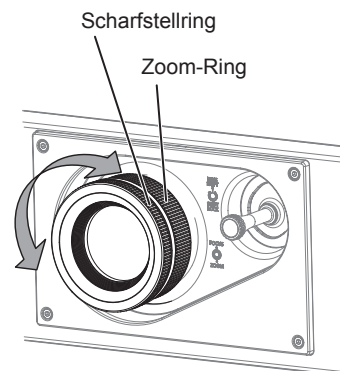

Abb. 2
5) Passen Sie den Zoom und die Schärfe an. (Abb. 2)